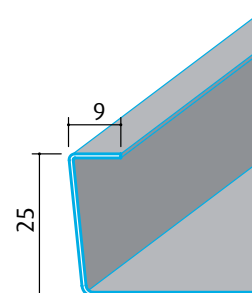

Fig. 19 : Relevé mâle d'un joint debout
2. De façonner des relevés mâles joint debout de hauteur 25 mm et de largeur 9 mm sur bacs restant en place en découpant le surplus côté relevé femelle (Fig. 19).